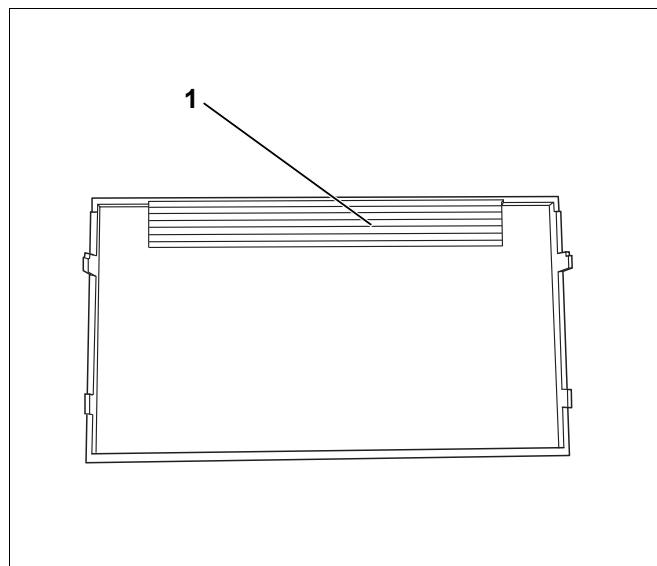

Рис. 8 Пластмассовый щиток
Прилагаемый пластмассовый щиток (→ Рис. 8, стр. 9) устанавливается позже в качестве защитного экрана системы управления. Смотря по обстоятельствам, во время монтажа нужно учитывать высоту этой части.
- В месте рифления (\rightarrow Рис. 8, [1]) вырежьте кусачками-бокорезами те места, где будут проходить провода.